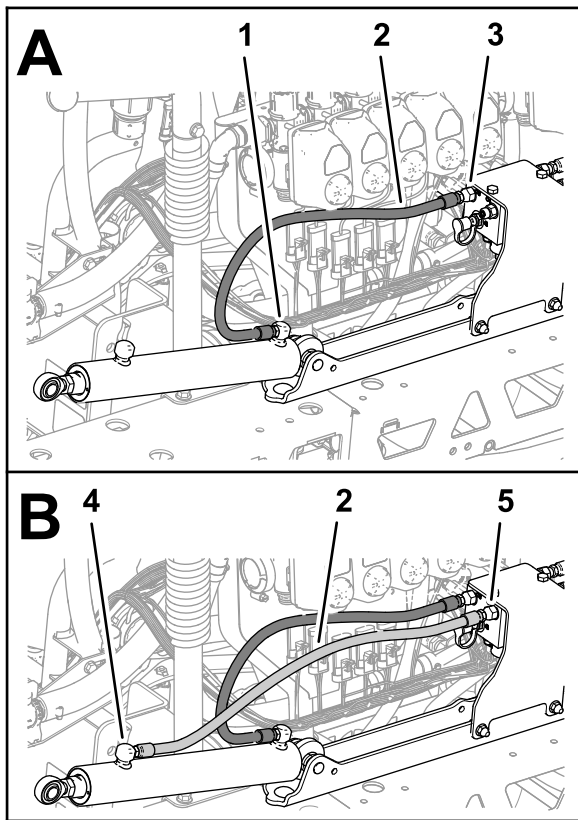
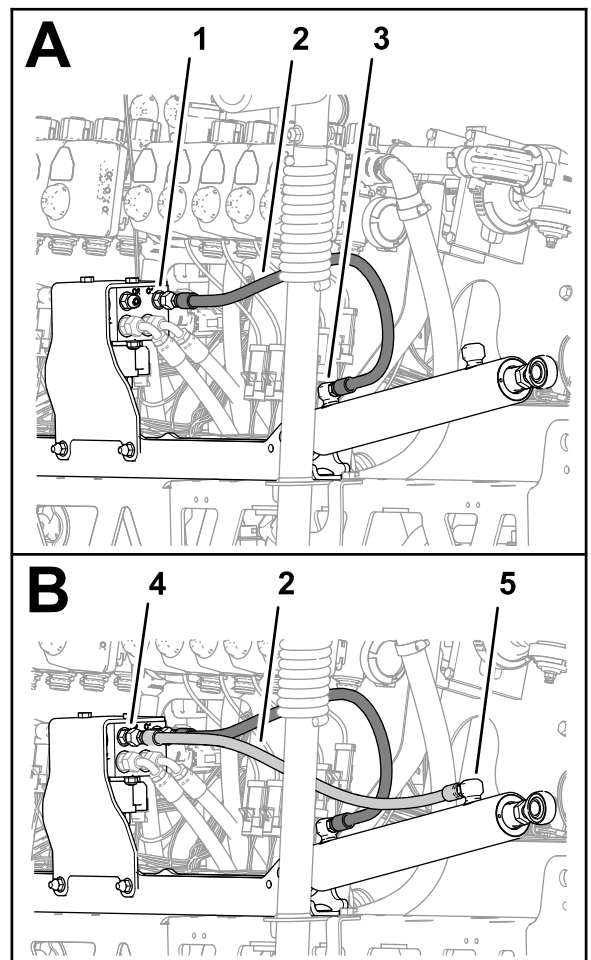

图116
图117
1. 将新液压软管 1/4 x 24-3/4 英寸松松安装到左喷洒臂提升油缸的延长端口与喷洒臂提升歧管的 C3 端口之间图116。
2. 将新液压软管1/4 x 24-3/4 英寸松松安装到左喷洒臂提升油缸的回收端口与喷洒臂提升歧管的C4 端口之间图116。
3. 将新液压软管1/4 x 24-3/4 英寸松松安装到右喷洒臂提升油缸的延长端口与喷洒臂提升歧管的C1 端口之间图117。
4. 将新液压软管1/4 x 24-3/4 英寸松松安装到右喷洒臂提升油缸的回收端口与喷洒臂提升歧管的C2 端口之间图117。
5. 上紧提升油缸延长和回收端口的软管接头图116 和图117 扭矩至 2126N m。
6. 上紧喷洒臂提升歧管的软管旋转螺母图116 和图117 扭矩至 2430N m。